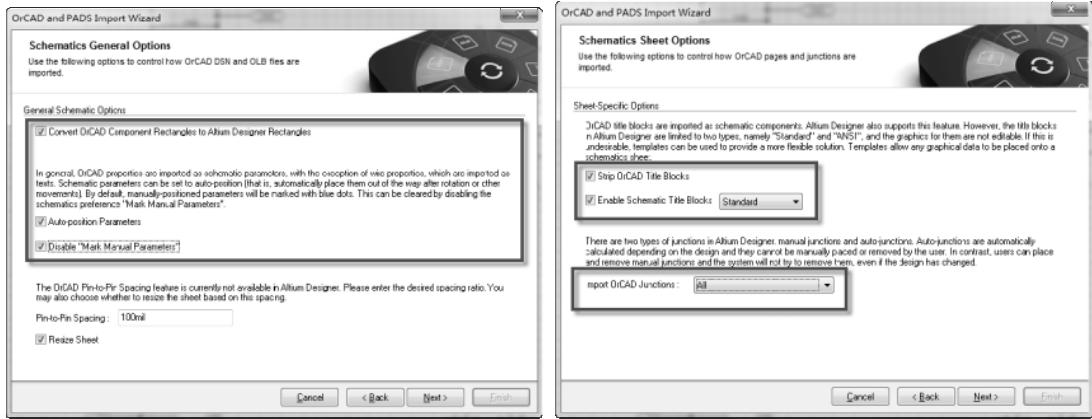
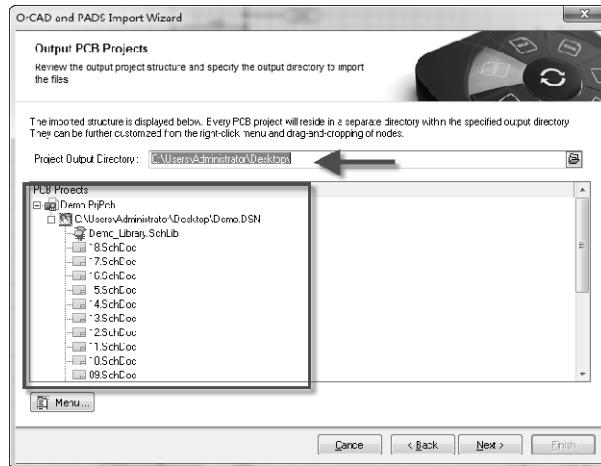

图 12-63 转换选项设置
图 12-64 设置输出文件路径及预览工程文件
(3) 在转换过程中，注意转换选项设置，如图 12-63 所示。
- ① Convert OrCAD Component Rectangles to Altium Designer Rectangles。
- ② Auto-position Parameters。
- ③ Disable “Mark Manual Parameters”。
- ④ Strip OrCAD Title Blocks。
- ⑤ Enable Schematic Title Blocks—Standard。
- ⑥ Import OrCAD Junctions—All。
(4) 根据向导设置输出文件路径及预览工程文件，如图 12-64 所示。继续单击“Next”按钮，根据向导进行转换，直到转换完成。